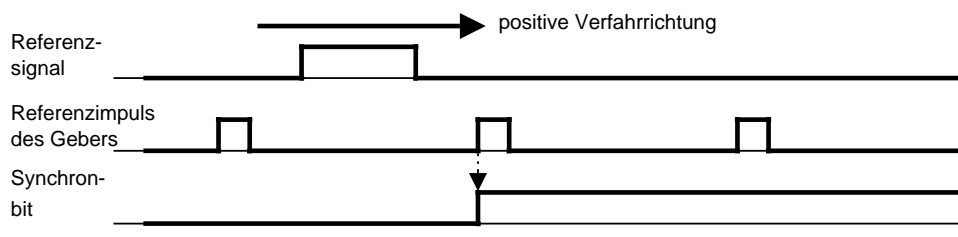

Bild 16.19 Lage des Referenzpunkts (Synchronbit 0 → 1) hinter dem Referenzsignal
- Wechselt das Referenzsignal vor dem Erreichen des Referenzimpulses wieder von "1" nach "0", wird nur dann synchronisiert, wenn nach der fallenden Flanke des Referenzsignals positive Verfahrrichtung erkannt wurde (--> Bild 16.19).